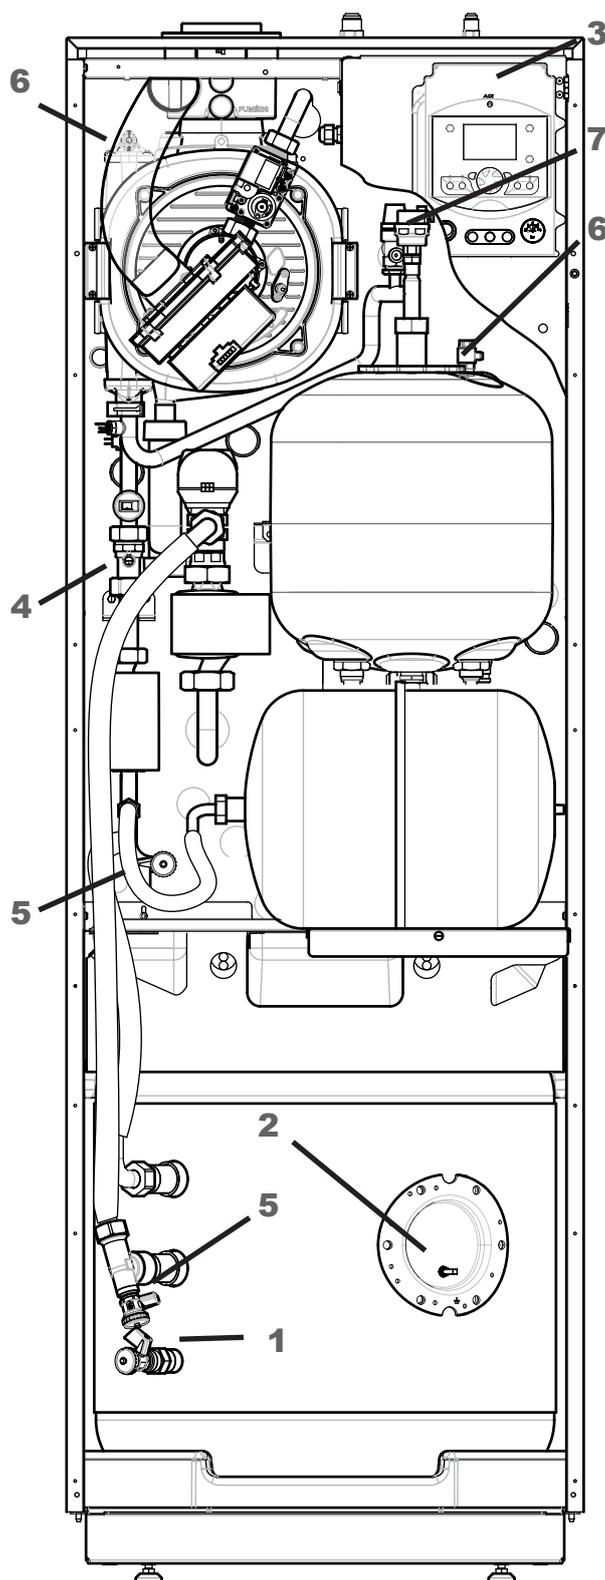

fig. 59 - Vidange du module hydraulique et/ou du ballon sanitaire
- Débrayer le clapet antiretour (rep. 4, fig. 59).